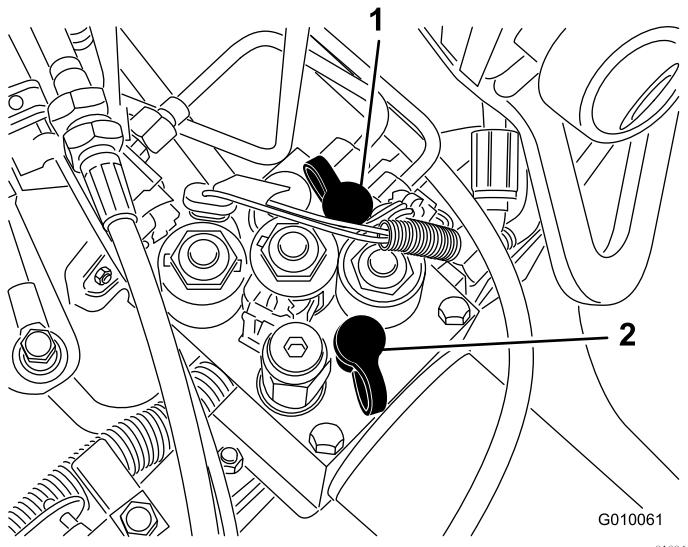

Figura 60
- A porta de teste G 2 (Figura 60) é utilizada para o assistir na resolução de problemas no circuito de carga de tração.
- A porta de teste G 1 (Figura 60) é utilizada para o assistir na resolução de problemas de pressão do circuito de elevação.